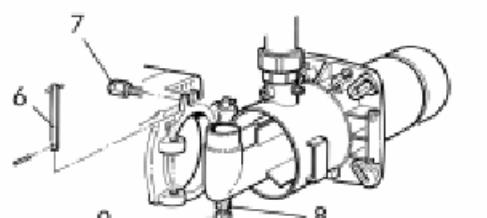

fig.6A
- Чтобы обеспечить доступ к соплу и к электродам, снимите штифт 6 и винт 7, ослабьте стопорную гайку 8 и выверните винт 9 (рис. 6A – EM 40/2-E).